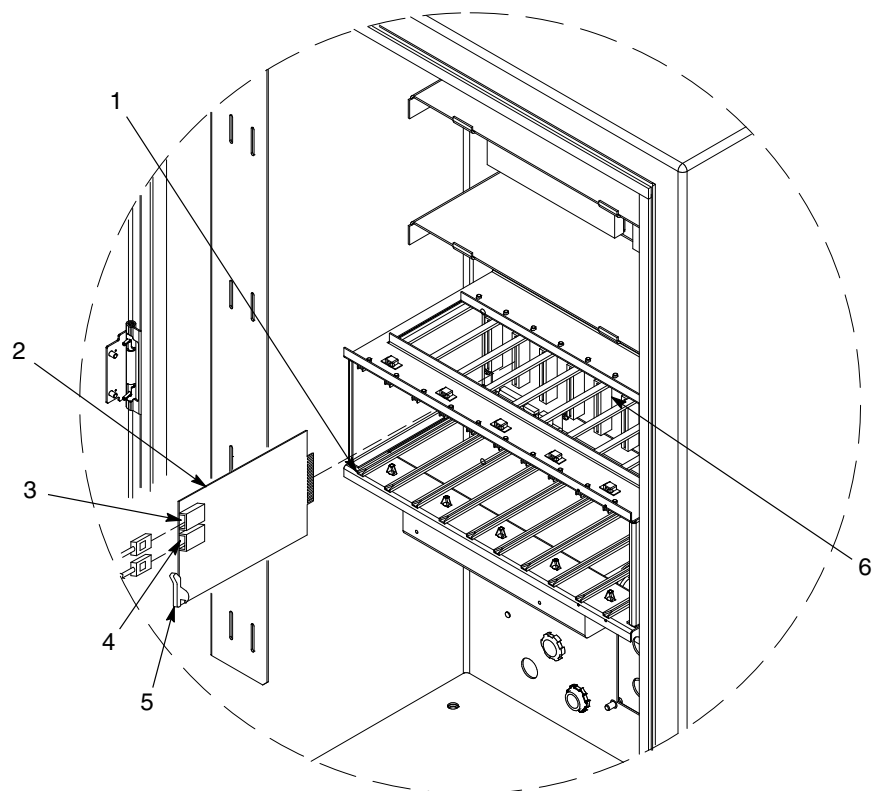

Bild 5-2 Byte av styrkort för pistoler
Se bild 5-2. Styrkort för pistoler (2) sätts in i racken från vänster till höger. Varje kort styr två pistoler: kortets nedre kontakt är för pistoler med udda nummer; den övre kontakten, för pistoler med jämnt nummer.